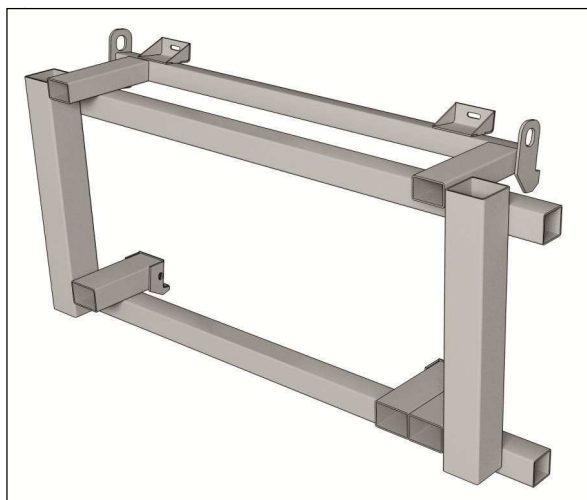

Рисунок 8.9 – Погрузочная рамка ЖСУ-600.33.11.200
**ВНИМАНИЕ!** ФИКСАТОРЫ 1 ОБЯЗАТЕЛЬНО ЗАМКНУТЬ ШПЛИНТАМИ 3 (рисунок 8.9).
8.4.1 Для компактной перевозки жаток RSM FS-600 и RSM FS-600-01 применяется погрузочная рамка ЖСУ-600.33.11.200 (см. рисунок 8.9).